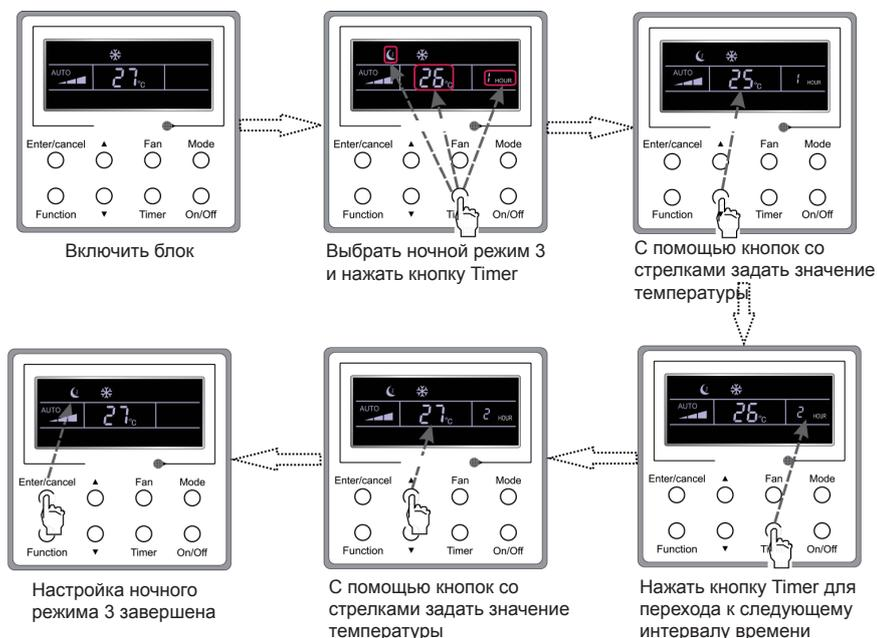

Рис. 13. Настройка графика изменения температуры в ночном режиме 3
- График изменения температуры в ночном режиме 3 показан на рис. 13.